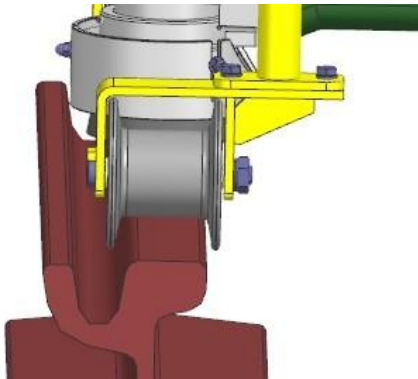

Bild 7: Laufrolle mit Doppelspurkranz für freiliegende Tiefrillenschienen
- mit Doppelspurkranz für offen liegende Tiefrillenschienen (Bild 7)